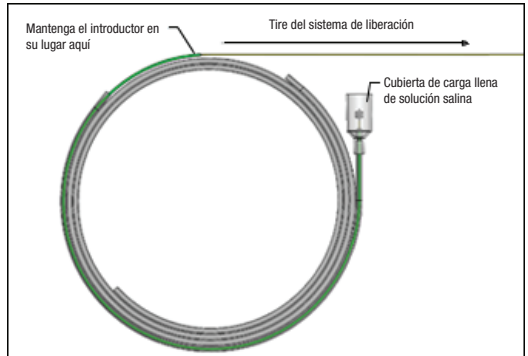

Figura 5. Tire del sistema de liberación en dirección proximal para retraer el implante
16. Sujete con una mano el introductor verde, agarre el sistema de liberación y tire proximalmente con cuidado para empezar a retraer el implante. Consulte la figura 5.